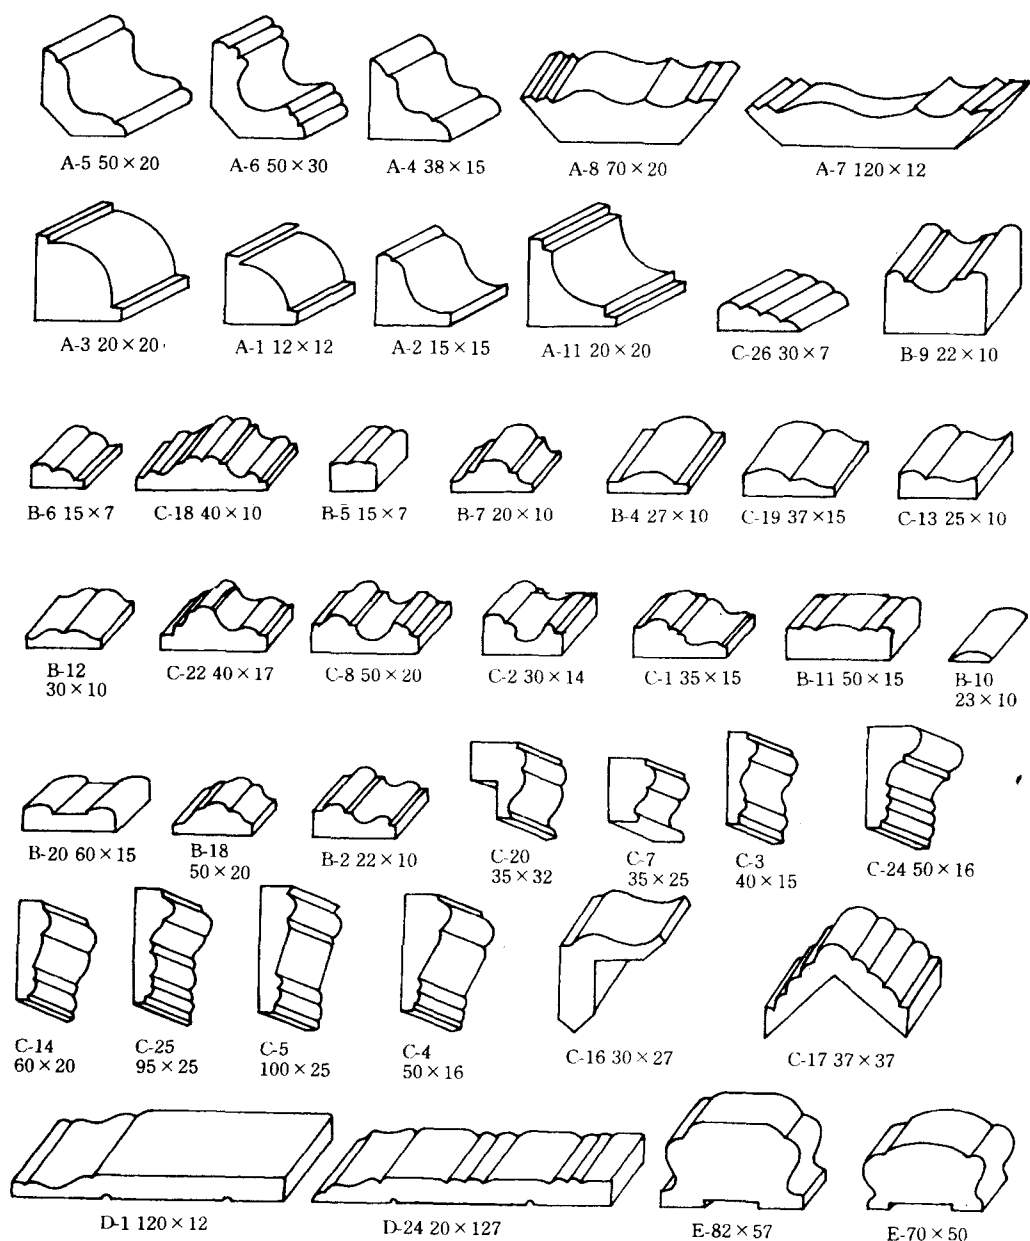
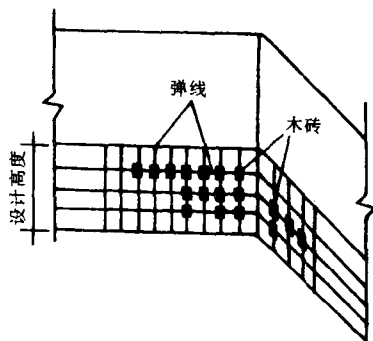
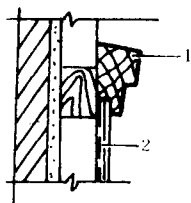
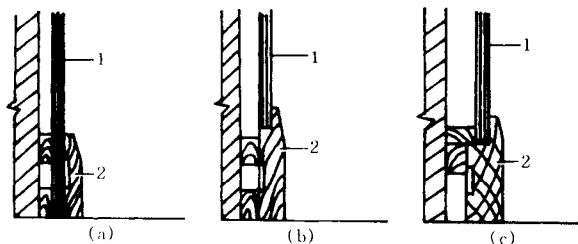

图 1-2 各种压条与装饰线条
图 1-3 墙面弹线,加木砖
图 1-11 压条的处理
图 1-12 护墙板与踢脚板交接处做法
③ 装饰线与压条。用于墙裙上部装饰造型,压条线形式很多,如图 1-2 所示。从材质上分,可分硬杂木条、白木条、水曲柳木条、核桃木线、柚木线、桐木线等,长度在 2~5m。从用途上分,可分墙裙压条、墙裙面板装饰线、顶角线、吊顶装饰线、踢脚板、门窗套装饰线(在后面门窗装饰套重点介绍)等。
④ 冷底子油和油毡,用于防潮层。
⑤ 钉木骨架和面板的钉子。
(2) 工具准备。护墙板施工的主要工具有:刨子、磨石、榔头、手锯、扁铲、方尺、粉线包、裁口刨等。
(3) 作业条件。在施工前,需检查墙面基层质量,合格后方可施工。
① 抹灰墙面已干燥,含水率在 8%~10% 以下,墙面应平整。
② 干燥后涂刷冷底子油,并贴上油毡防潮层。
(4) 施工方法。
① 弹线,检查预埋件。根据施工图上的尺寸,先在墙上划出水平标高,弹出分档线。根据线档在墙上加木橛或预先砌入木砖。木砖(或木橛)位置应符合龙骨分档尺寸。木砖的间距,横竖一般不大于 400mm,如木砖位置不适用可补设,见图 1-3。
护墙板顶部要拉线找平,钉木压条。木压条又称压顶条,样式很多,见图 1-2。在铺钉木压条时,要挑选规格尺寸一致、木纹和颜色近似的钉在一起,压条的贴压处理方法见图 1-11。图 1-12 示出了护墙板与踢脚板交接处的拼接方法。